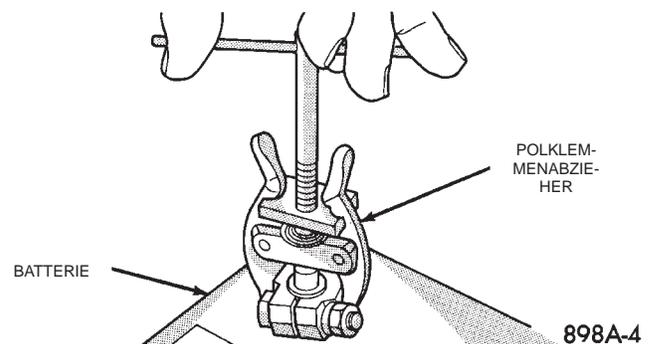

Abb. 15 Batterie-kabel abklemmen—Typisch
(1) Zündung ausschalten und alle elektrischen Zusatzverbraucher ausschalten.
(2) Polklemmen der Batterie-kabel lockern und erst das Batterie-Minuskabel (-), dann das Batterie-Pluskabel (+) abklemmen. Hierzu gegebenenfalls einen Polklemmenabzieher verwenden (Abb. 15).